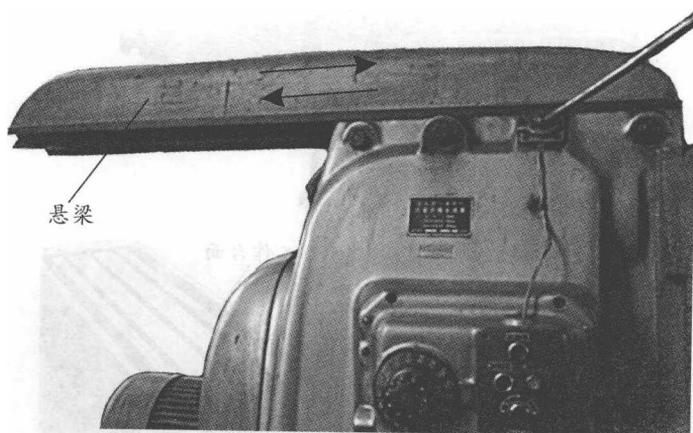

图 1-8 悬梁
(3)悬梁 用于安装挂架,以支承刀杆的另一端,如图 1-8所示。它还可以沿床身顶面的燕尾形导轨移动,以便按加工需要来调节它的伸出长度。